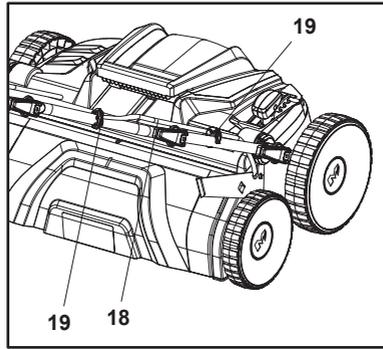

Rys. 2
5. Wyrównać otwory montażowe środkowego drążka uchwyty (6) z dolnym drążkiem uchwyty (7) i przytrzymać, a następnie przełożyć śrubę montażową (5a) przez otwory montażowe (rys. 2, krok 1).
6. Sprawdzić kierunek kołnierzy (5b) i nałożyć je na jeden ze środkowych drążków uchwyty (6), a następnie przymocować dźwignię zaciskową (5) na śrubie mocującej (5a) (rys. 2, krok 2).
7. Zabezpieczyć zespół uchwyty, składając dźwignie zaciskowe (5) w kierunku środkowego drążka uchwyty (6). Jeśli dźwignia zaciskowej (5) nie można złożyć, poluzować ją i spróbować ponownie. Jeśli dźwignia zaciskowa (5) jest za luźna, przekręcić ją w prawo (rys. 2, krok 3).
8. Powtórzyć kroki (5–7), aby zamocować drugi środkowy drążek uchwyty (6).
9. Wsunąć zabezpieczenie linki (5c) na górny drążek uchwyty (4) po stronie przełącznika (rys. 2, krok 4) i przytrzymać, a następnie wyrównać otwory montażowe górnego drążka uchwyty (4) z dwoma środkowymi drążkami uchwyty (6) i przytrzymać, a następnie przełożyć śrubę montażową (5a) przez otwory montażowe (rys. 2, krok 5).
10. Sprawdzić, czy linka sterująca (18) biegnie nad drążkami uchwyty (4, 6, 7).
11. Sprawdzić kierunek kołnierzy (5b) i najpierw nałożyć je na dolny drążek uchwyty (4), a następnie przymocować dźwignie zaciskowe (5) na śrubach mocujących (5a) (rys. 2, krok 6).
12. Unieruchomić zespół uchwyty, składając dźwignie zaciskowe (5) w kierunku górnego drążka uchwyty (4). Jeśli dźwignia zaciskowej (5) nie można złożyć, poluzować ją i spróbować ponownie. Jeśli dźwignia zaciskowa (5) jest za luźna, przekręcić ją w prawo (rys. 2, krok 7).